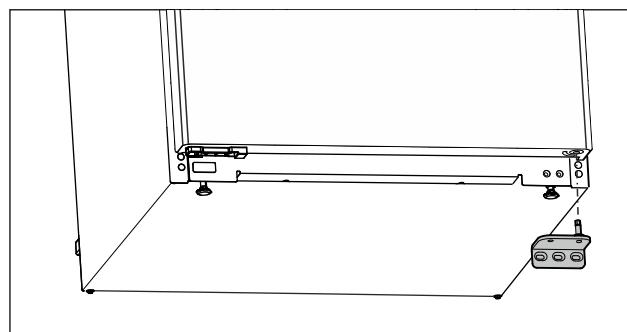

Fig. 11
- Зніміть опорний кронштейн у напрямку вниз. (див. Fig. 11)